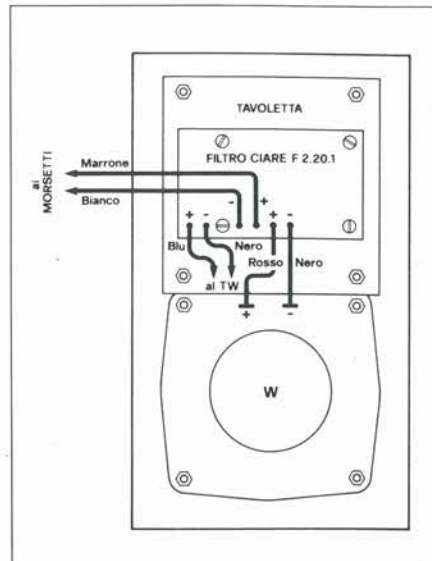

Fig. 11. Il cablaggio filtro/woofers/tweeter/morsetti. Il tweeter è nascosto dalla tavoletta che fa da supporto al filtro.
- 2 - Saldare i collegamenti filtro/altoparlanti (Fig. 11).